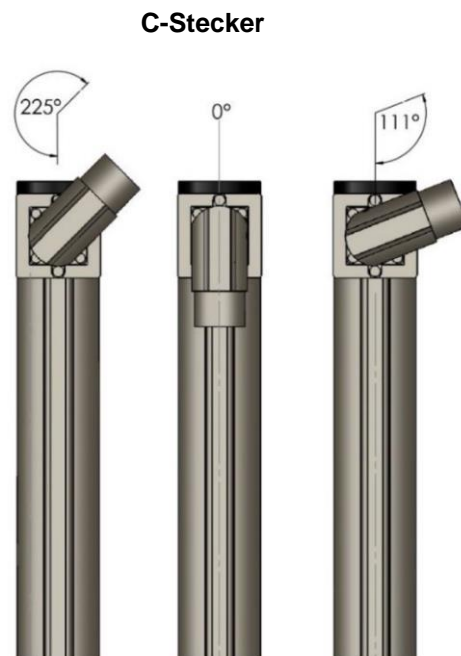

Abb. 17 Einstellung der C-Motorstecker (ES30 Module)
Sind bei den ES30 Modulen C-Motorstecker vorgesehen, können die C-Stecker in beide Richtungen gedreht werden (siehe Abb. 17). In diesem Fall muss die maximale Drehbarkeit der C-Stecker beachtet werden.
- Falls eine Verstellung der Stecker erforderlich wird, stets die maximal erlaubte Drehbarkeit beachten (siehe Abb. 17).